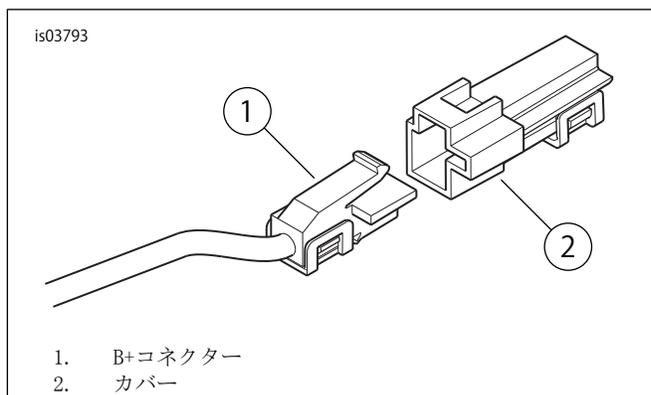

図6。B+コネクタ
11. 図6を参照してください。シート下のメイン電気ハーネスB+ (バッテリープラス)コネクタ(1)を見つけます(未使用の灰色コネクタが付いた赤色配線)。B+コネクタからカバー(2)を外します。